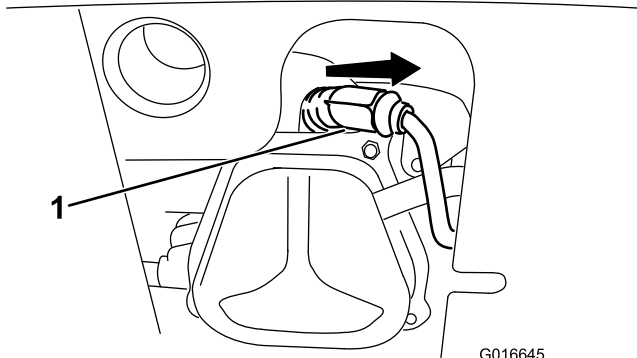

Bild 37
1. Entfernen Sie die Kappe (Bild 37).